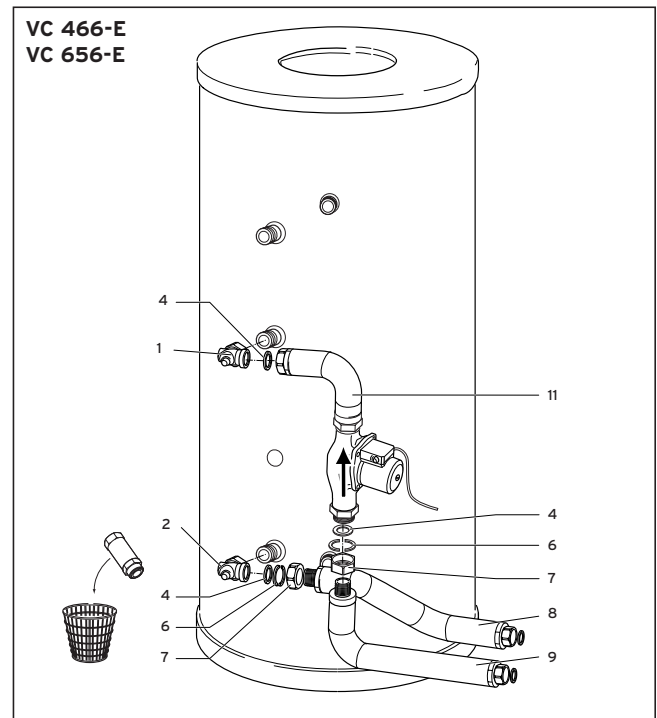

Fig. 6: Montage am Speicher VIH 300-500/7
- VIH 300-500/7 (siehe Fig. 6)